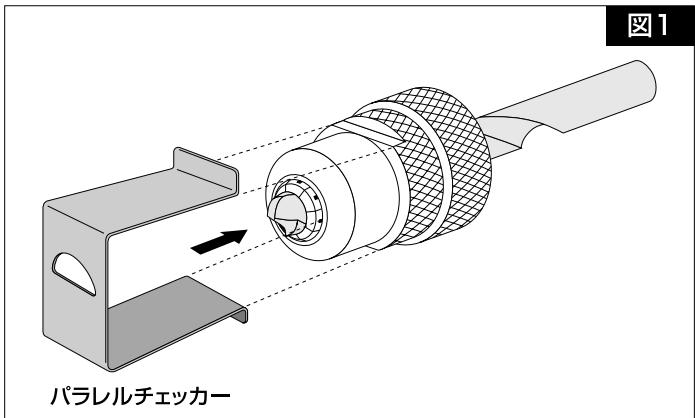

図1
- 工程4で図1のように位置決めされましたホルダーのカット面にパラレルチェックを差し込んでいただきます。